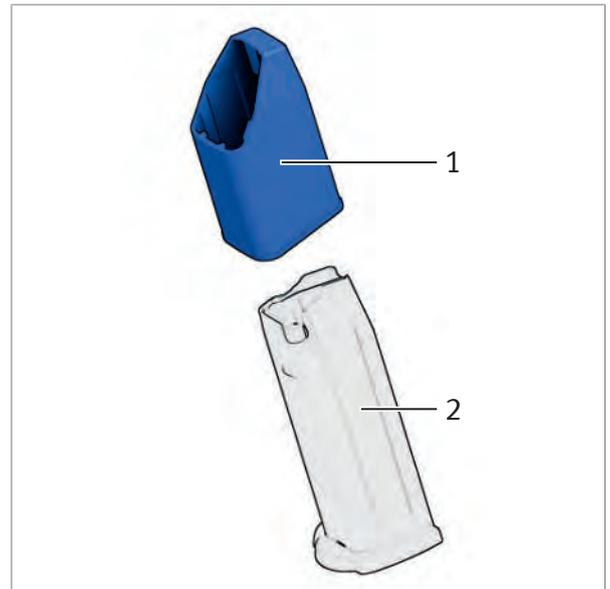

Abb. 46: Ladehilfe auf das Magazin setzen
1. Ladehilfe auf das Magazin setzen (Abb. 46).